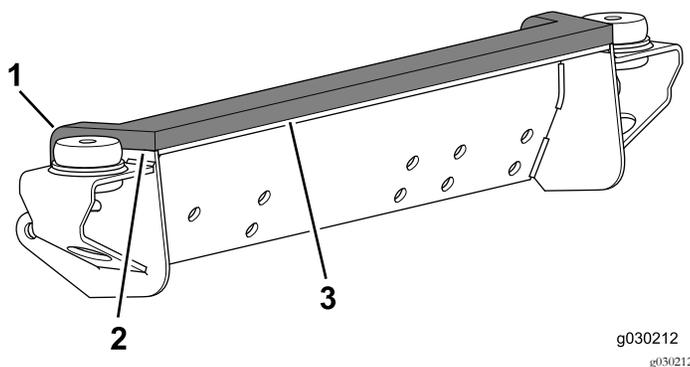

Figura 5
1. Aplique la junta al soporte alineado con los bordes delantero y lateral del soporte delantero (Figura 5).
2. Pliegue las pestañas laterales sobre la parte posterior del soporte (Figura 5).